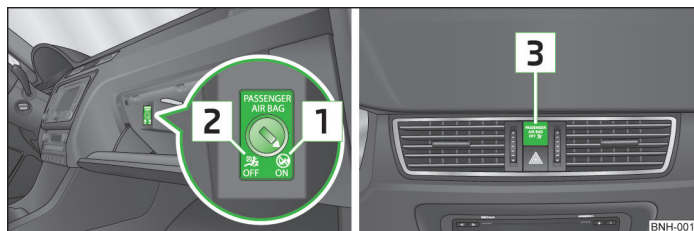

Fig. 86 Conmutador de llave para el airbag lateral del acompañante/Testigo para la desconexión del airbag delantero del acompañante
- La desconexión del airbag se indica con la iluminación del testigo de control **OFF**  en el rótulo **PASSENGER AIR BAG OFF**  en la parte central del cuadro de instrumentos » [fig. 86 \[3\]](#).
- Girar con la llave la ranura del conmutador del airbag a la posición **[2]** » fig. 86 OFF.
- Girar con la llave la ranura del conmutador del airbag a la posición **[1]** » fig. 86 ON.